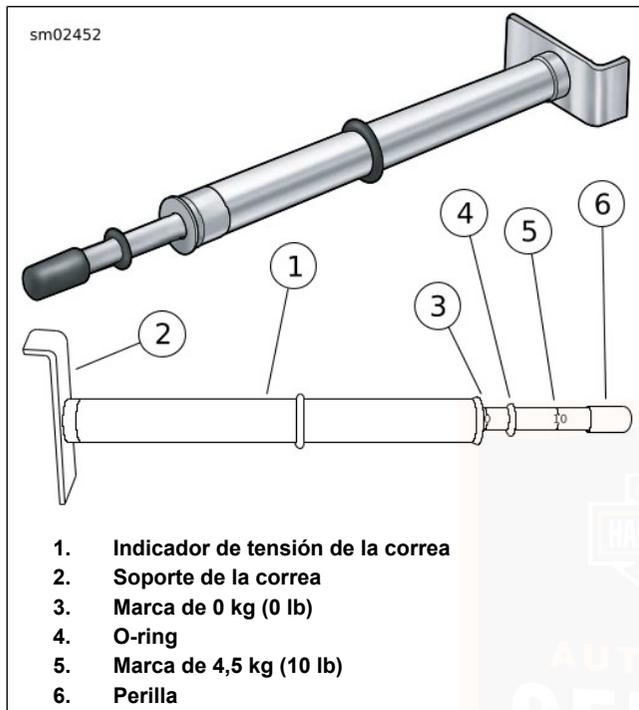

Figura 49. Indicador de tensión de la correa
2. Vea Figura 49. Mida la deflexión de la correa con el INDICADOR DE TENSION DE LA CORREA (PIEZA N.º: HD-35381-A):
- a. Deslice el o-ring (4) hacia la marca de 0 kg (0 lb) (3).
- b. Encaje el apoyo de la correa contra la parte inferior de la correa de propulsión en el punto intermedio entre las poleas de propulsión (1).
- c. Presione hacia arriba la perilla hasta que el o-ring se deslice hacia abajo hasta la marca de 4,5 kg (10 lb) (5) y manténgalo firme.
3. Mida la deflexión de la correa (2) mientras sostiene firmemente el indicador.